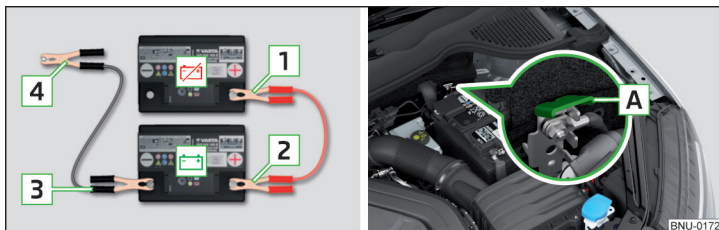

Abb. 317 Starthilfe: ☒ - entladene Batterie, ☒ - stromgebende Batterie / Massepunkt des Motors beim START-STOPP-System
- Bei Fahrzeugen **mit** dem START-STOPP-System die Klemme **4** am Massepunkt des Motors **A** befestigen » Abb. 317.